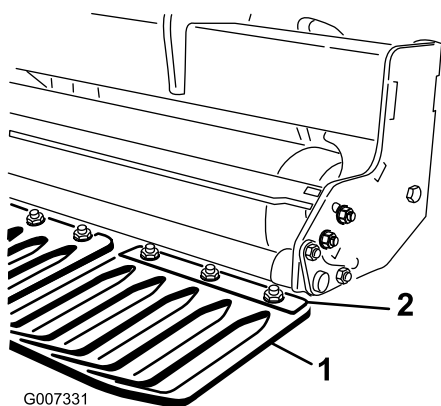

Figura 14
1. Desaperte as porcas que fixam os grampos de fixação do protector de relva à alavanca do protector de relva (Figura 14).